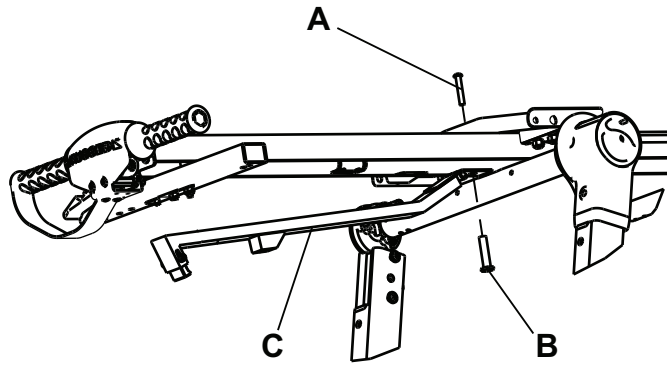

Figura 6 – Brazo del gancho
- a. Utilizando una llave de estrella T27H y una llave inglesa M16, retire el tornillo de cabeza cilíndrica de botón (A) y la tuerca de reborde (B) (Figura 6). Guarde el tornillo y la tuerca.
- b. Aplique **Loctite® 242 azul** al tornillo de cabeza cilíndrica de botón (A) o a la tuerca de reborde (B).
- c. Instale el conjunto de brazo del gancho suministrado (C) (610000010016) con el tornillo y la tuerca retirados en el paso 5a (Figura 6).